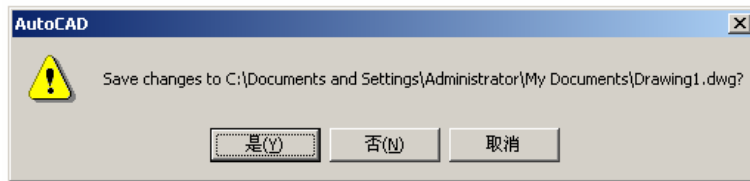

图 2-59 AutoCAD 2004 提示
(1) 执行 `File→Exit` (退出) 命令。如果当前文件没有保存, AutoCAD 2004 会自动弹出如图 2-59 所示的提示。
(2) 在命令行直接输入 `quit`, 也能同样退出 AutoCAD 2004。同样, 如果当前文件没有保存, AutoCAD 2004 会自动弹出如图 2-59 所示的提示。